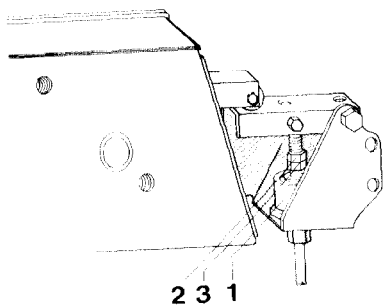

Fig.70
Skulle hydraulikcylinderen (Fig. 70/1) ikke skifte omskifterkassen, så skal der foretages følgende indstillinger med udtrykket cylinder:
- Kontramotrikken (Fig. 70/2) løsnes.
- Motrikken (Fig. 70/3) drejes så langt venstre om, at det kan høres at omskifterkassen skifter, derefter drejes motrikkerne to omdrejninger yderligere venstre om og der sikres med kontramotrikken.
- Kontramotrikken (Fig. 70/2) spændes fast.